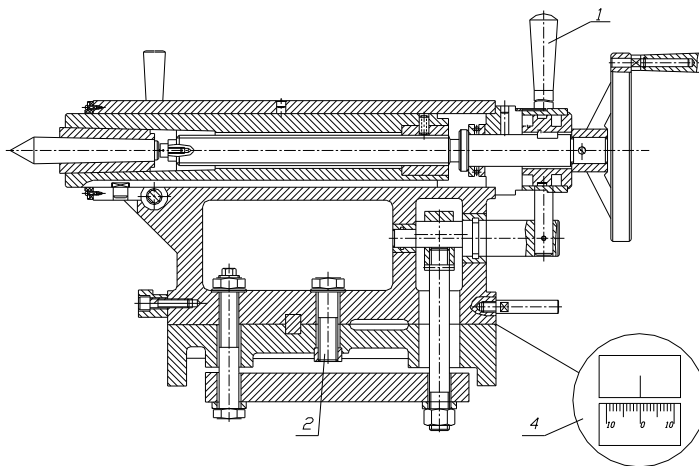
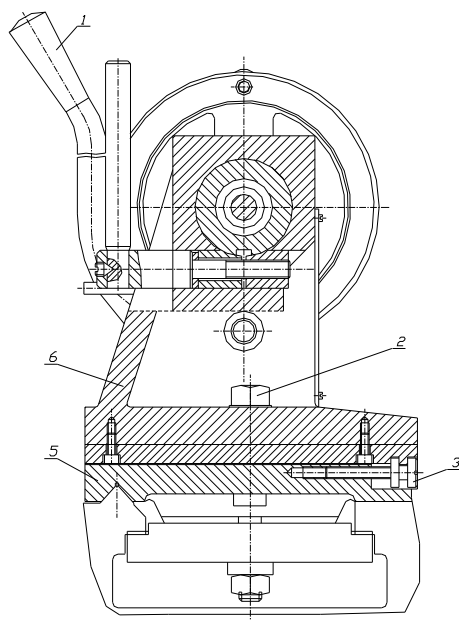

Рис.6-9. Поперечное смещение задней бабки
Рис.6-10. Поперечное смещение задней бабки
#### **6.2.10 ПОПЕРЕЧНОЕ СМЕЩЕНИЕ ЗАДНЕЙ БАБКИ** (См.Рис.6-9 и Рис.6-10)
- Когда вы отвинчиваете или завинчиваете винт 3, Рис.6-10, верхняя часть задней бабки смещается к передней или задней направляющим призмам, т.е. влево или вправо от нуля по шкале;